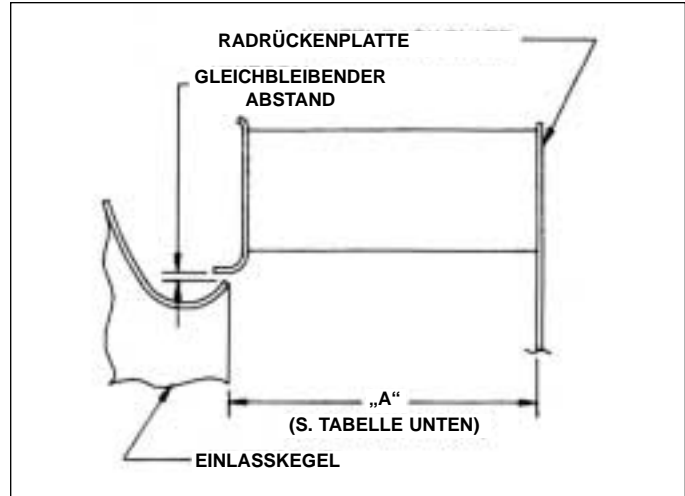

Abbildung 3
6. Wenn Sie ein neues „Tubular AcoustFoil“-Rad oder einen Einlaßkegel installieren, muß der richtige Abstand zwischen Rad und Einlaßkegel eingehalten werden (die korrekten Abstände für vollbreite Räder sind Abb. 3 zu entnehmen).